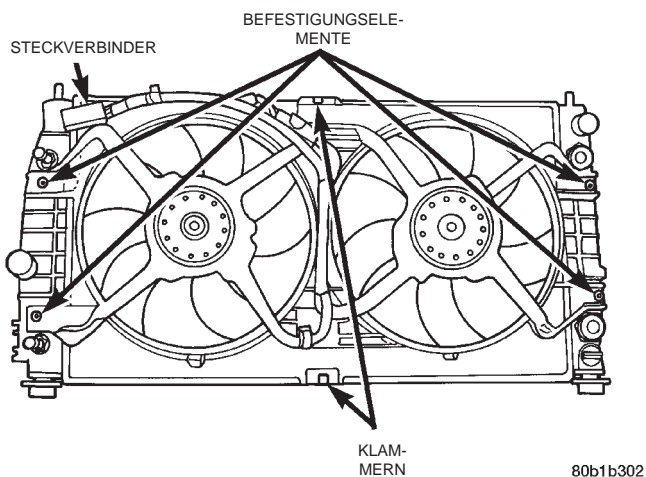

Abb. 19 Lüftereinheit—Aus- und Einbau
(7) Den Steckverbinder des elektrischen Lüfters abziehen (Abb. 19).
(8) Die Lüftereinheit ausbauen (Abb. 19).